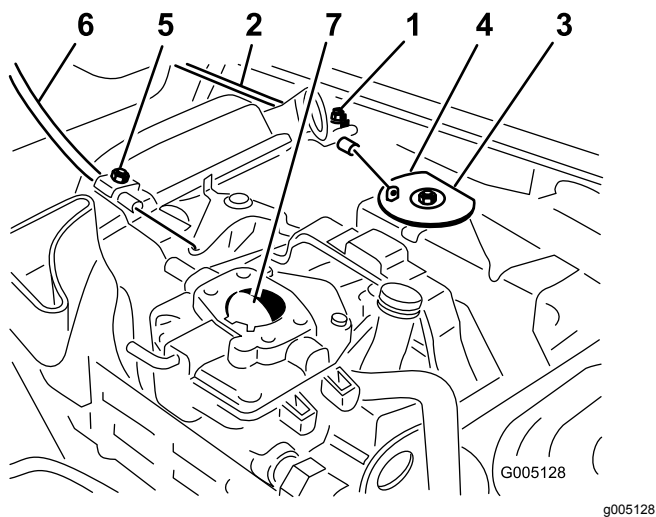

Figura 47
1. Afloje el tornillo de la abrazadera que fija el cable al motor (Figura 47).
- Tire firmemente del cable del acelerador hasta que la parte trasera del pivote entre en contacto con el tope (Figura 47).
- Afloje el tornillo de la abrazadera que fija el cable al motor (Figura 47).
- Tire firmemente del cable del estérter hasta que la palomilla esté cerrada del todo, luego apriete el tornillo de la abrazadera (Figura 47).